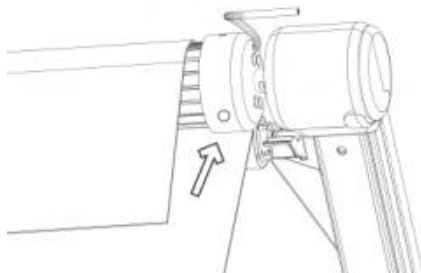
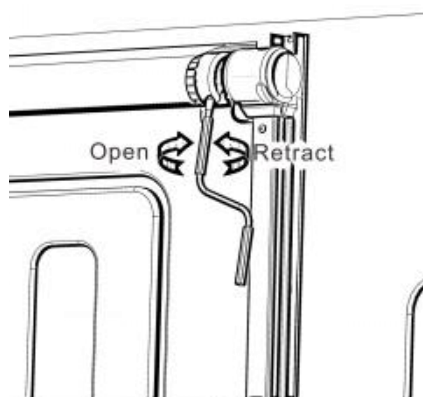

Figure D6
Figure D7
4.4 Op de motor van het zonnescherf bevindt zich een opening voor een handmatige joystick. (Afbeelding D6) . In geval van stroomuitval of een storing, verwijderf u de sierkap op de eindkap, plaatst u de reservezwenfel en draait u deze om het zonnescherf uit te schuiven of in te trekken . (Afbeelding D7)